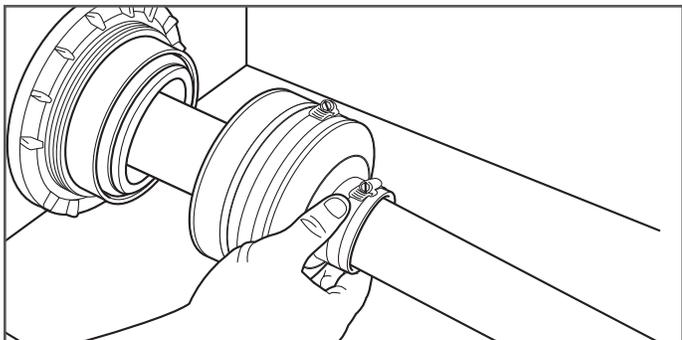
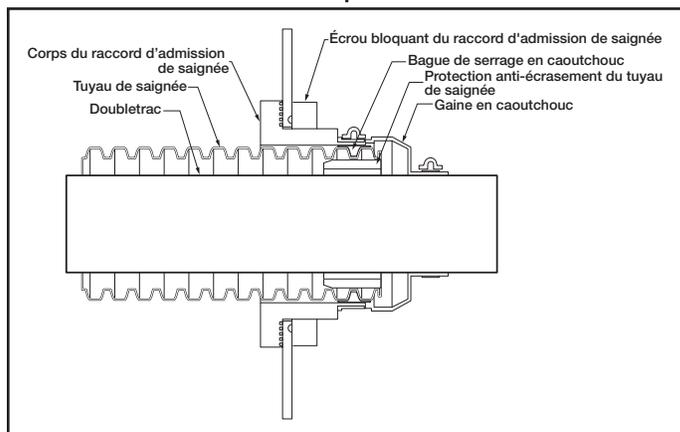

Figure 22-11
Figure 22-14
9. Veillez à ce que la bague de serrage en caoutchouc soit bien alignée sous le collier de serrage de la gaine en caoutchouc conformément à l'illustration en coupe du tuyau de saignée assemblé (Figure 22-14). Faites glisser la gaine en caoutchouc sur le tuyau DoubleTrac® et veillez à ce que la gaine en caoutchouc s'enfonce complètement sur le rebord en caoutchouc du raccord d'admission (Figure 22-11).
Vue en coupe du tuyau de saignée assemblé (Figure 22-14)